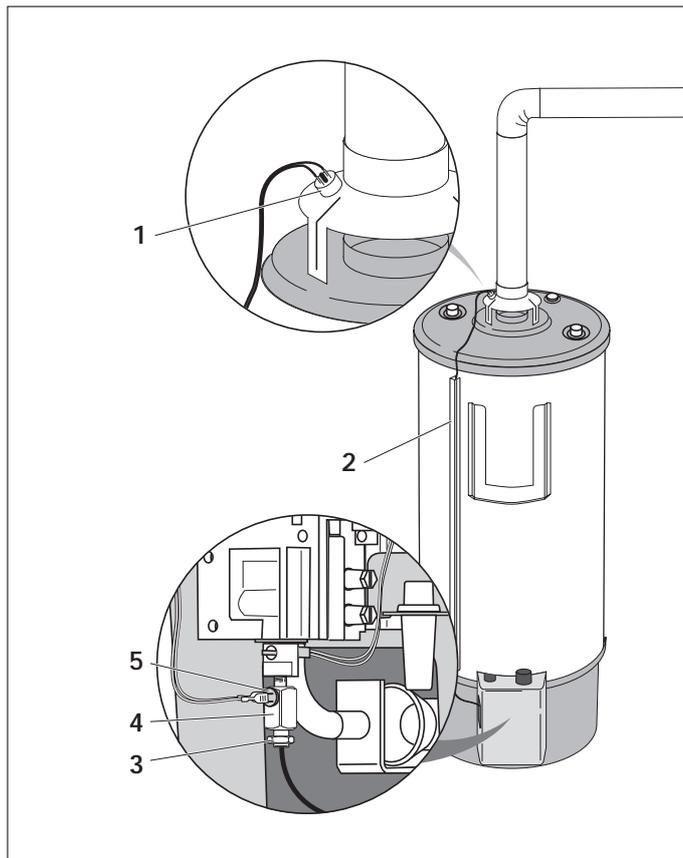

Abb. 7 Abgasanschluß
- Befestigen Sie den Temperaturfühler (Abb. 7, Position 1) außen auf der Strömungssicherung.
- Kleben Sie den Kabelkanal (Abb. 7, Position 2) auf die Geräteverkleidung.
- Schrauben Sie die Überwurfmutter (Abb. 7, Position 3) des Thermoelements aus dem Anschlußstück an dem Gasregelblock heraus.
- Schrauben Sie die Kupplung (Abb. 7, Position 4) in das Anschlußstück.
- Stecken Sie den Stecker (Abb. 7, Position 5) des Temperaturfühlers in die Kupplung.
- Schrauben Sie die Überwurfmutter (Abb. 7, Position 3) des Thermoelements in die Kupplung.